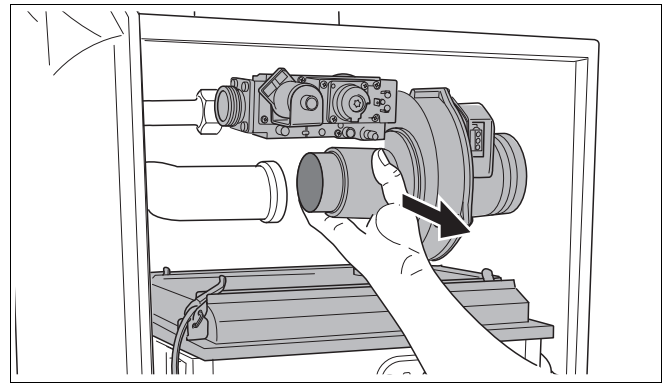

Bild 112 Ta bort brännarskyddet med gas-/luftenhet
- Ta bort brännarskyddet med gas-/luftenhet (bild 112).